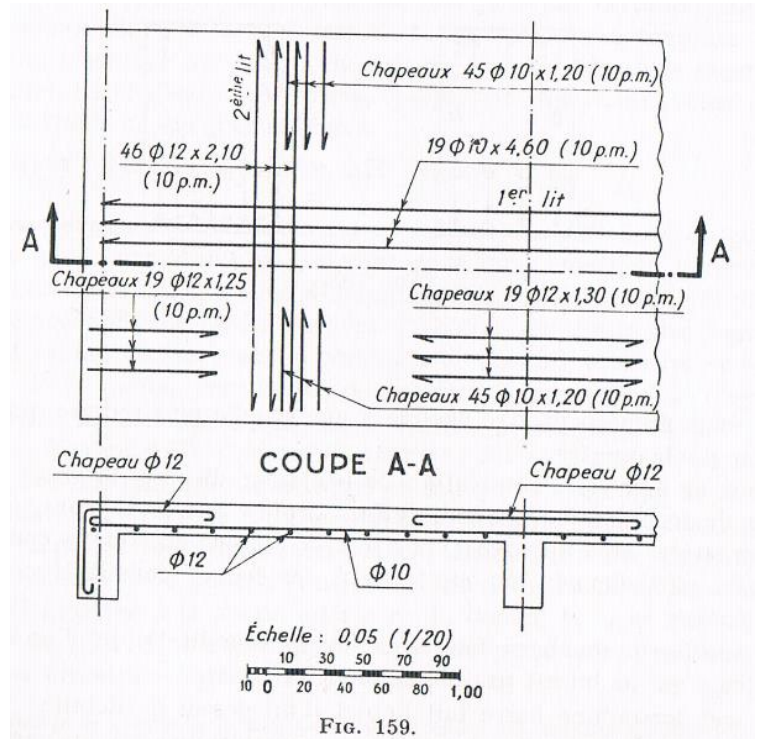

FIG. 159.
- Il n'est pas nécessaire de dessiner toutes les barres d'une même dalle : pour chaque lit d'armatures on peut se contenter d'indiquer une seule barre en précisant l'écartement à observer ou plusieurs barres à leur écartement réel. Les barres des différents lits doivent être repérées sans ambiguïté. Une coupe type est nécessaire pour qu'il n'y ait pas d'erreur d'interprétation sur l'appellation « 1er et 2e lit » (fig. 159). En effet, l'appellation « 1er lit » appliquée aux aciers supérieurs risque d'être interprétée par le ferrailleur comme le premier lit à mettre en place alors que dans l'esprit du calculateur il représente le lit le plus proche de la face supérieure du béton.